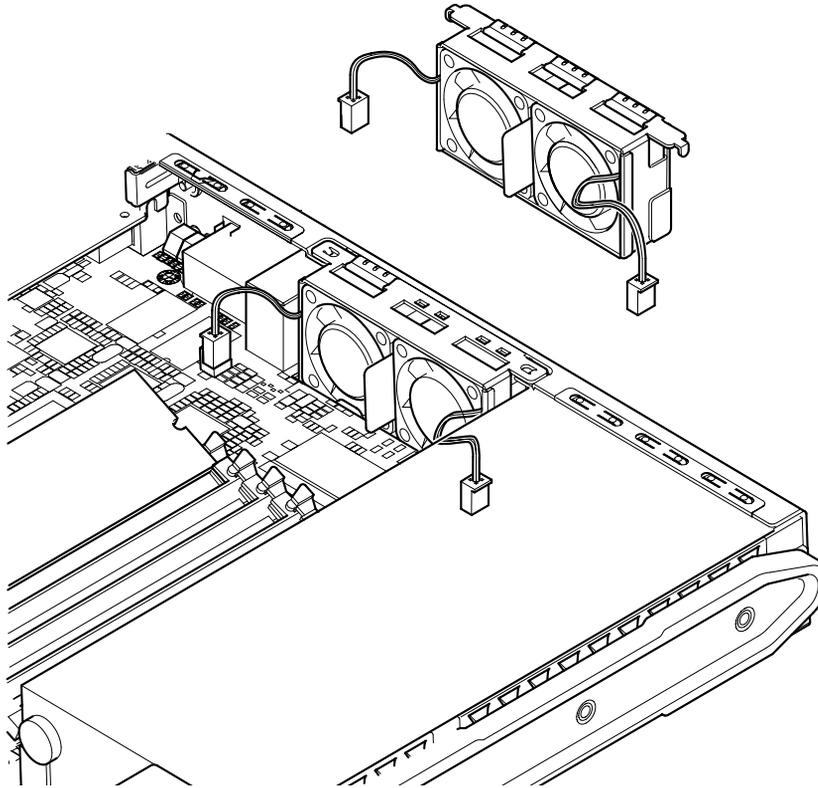

FIGURE 11-10 Remplacement du système de ventilation arrière (ventilateurs 1 et 2)
2. **Une fois que le serveur est ouvert et posé sur un coussin ESD, et que vous portez au poignet un bracelet antistatique correctement relié à la terre, débranchez les câbles d'alimentation du système de ventilation arrière usagé (voir la FIGURE 11-10).**
5. **Branchez les câbles des ventilateurs sur la carte système (voir la FIGURE 11-10).**